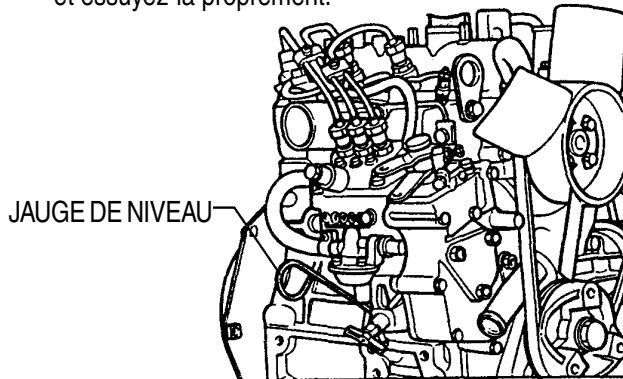

Figure 7. Déposez la jauge de niveau d'huile du moteur
2. Retirez la jauge de niveau d'huile de son support (figure 7) et essuyez-la proprement.